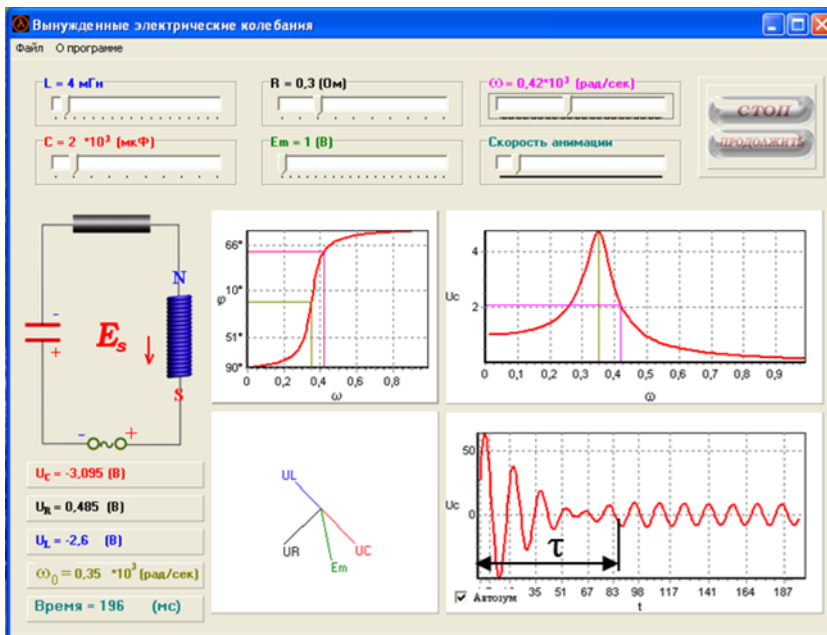

Рис. 5
2. Познакомиться с рабочей панелью (рис.5).
5. Запустить программу в работу клавишей «Пуск» и, наблюдая за временной разверткой $U(t)$, дождаться начала вынужденных колебаний с постоянной амплитудой. Остановить работу программы клавишей «Пауза». По оси времени t измерить время τ восстановления вынужденных колебаний (см. рис.5). Зафиксировать при этом амплитудное значение напряжения на конденсаторе U_m .